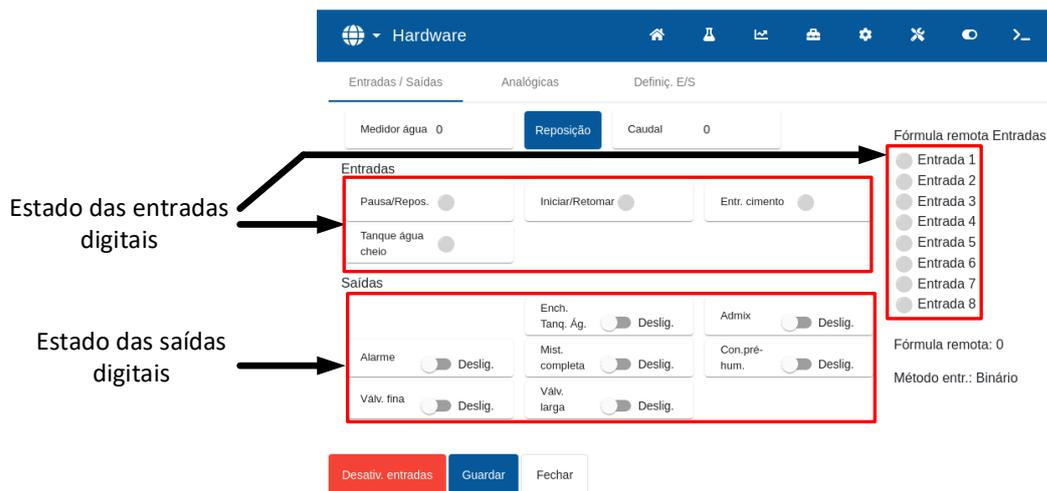

Figura 25: Página de teste de E/S
As entradas e saídas digitais podem ser testadas usando a página "Entradas/Saídas" do ecrã "Hardware" (consulte a Figura 25).
1. Navegue até à página "Entradas/Saídas" do ecrã "Hardware" (consulte a Figura 25). Prima o botão "Reposição" se o valor do medidor de água não for 0.